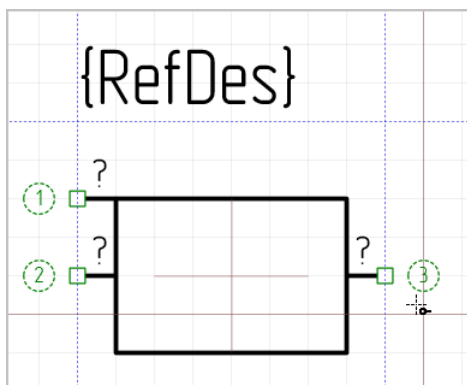

Рис. 180 Увеличение номера вывода
4. После установки одного вывода инструмент «Разместить вывод» продолжает быть активным - он готов для размещения новых выводов. Для каждого нового вывода значение его идентификатора увеличивается на единицу, после «1» будет «2», после «2» будет «3» и т.д, см. Рис. 180.